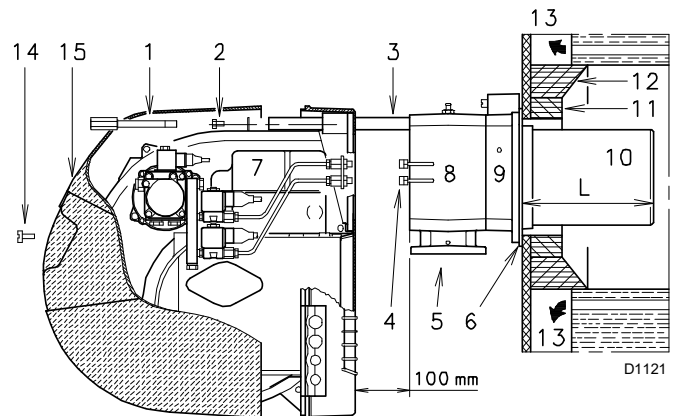

Fig. 11
- Séparer la tête de combustion du reste du brûleur, (Fig. 11) :
- débrancher les tubes du fioul en dévissant les deux raccords (4);
- retirer la vis (14) et extraire le capot (15);
- retirer les vis (2) des deux glissières (3);
- retirer la vis (1) et faire reculer le brûleur sur les glissières (3) d'environ 100 mm.;
- détacher les câbles des électrodes, enlever ensuite complètement le brûleur des glissières, après avoir ôté la goupille de la glissière (3).
Une fois cette éventuelle opération effectuée, fixer la bride 9)(Fig. 11 à la page 17) à la plaque de la chaudière en intercalant le joint isolant 6)(Fig. 11 à la page 17) fourni. Utiliser les 4 vis fournies de série après en avoir protégé le filetage avec des produits anti-grippage. L'étanchéité brûleur-chaudière doit être hermétique.
- Remonter le brûleur 4)(Fig. 17) sur les glissières 3) à environ 100 mm du manchon 5) - brûleur sur la position illustrée (Fig. 11 à la page 17) ;
- Rebrancher les tubes de fioul en vissant les deux raccords 4)(Fig. 11 à la page 17).